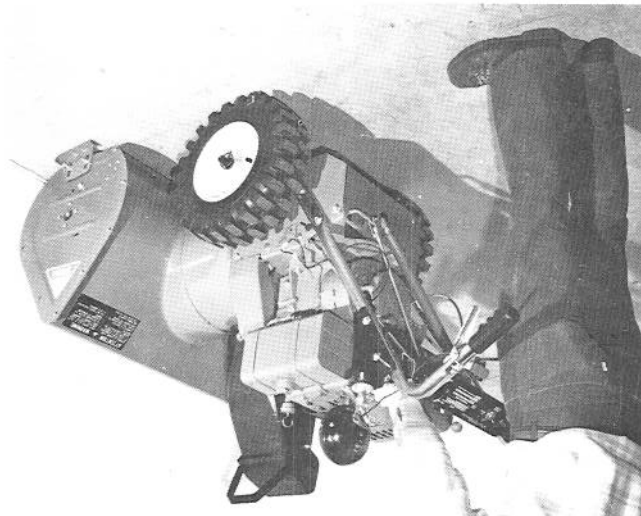

Figure 20
2. Mettez le moteur en marche, embraquez les roues et placez le levier à n'importe quelle vitesse avant. Faites avancer lentement la machine contre un objet solide (un mur ou un poteau) (Fig. 20).